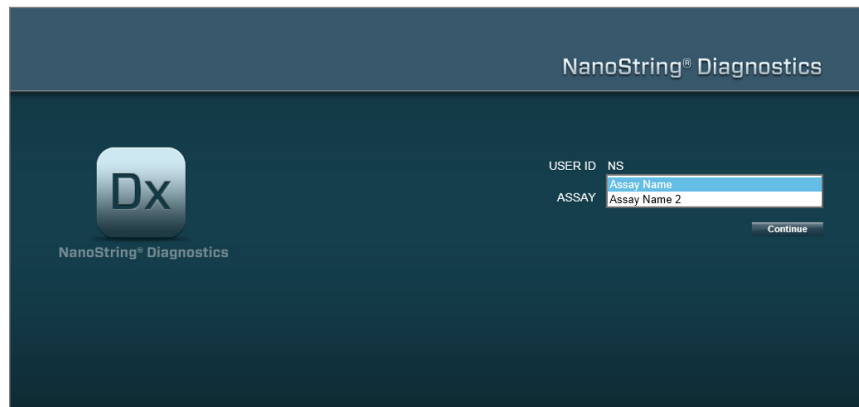

FIGURE 4.2 : Commande **Assay Type** (Type de dosage) sur la page d'ouverture de session
- **Autorisations utilisateur pour plusieurs dosages :** Si l'utilisateur peut accéder à plusieurs dosages, la commande **Assay Type** (Type de dosage) est affichée. L'utilisateur doit alors sélectionner un dosage, puis cliquer sur **Continue** (Continuer) (**FIGURE 4.2**).